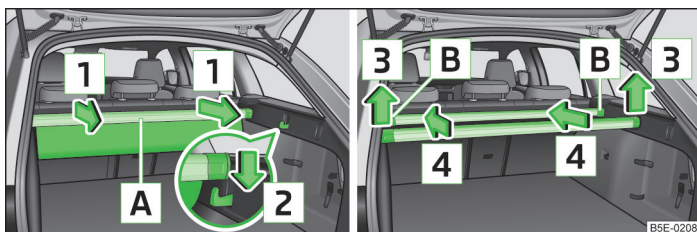

Fig. 93 Cutie multifuncțională: scoatere / introducere
- ▶ Prindeți bagheta din spate **A** » fig. 93 cu ambele mâini și scoateți întreaga cutie în sensul săgeții **1**.
- ▶ Scoateți bagheta din spate din cârlige, în sensul săgeții **3** » fig. 93.